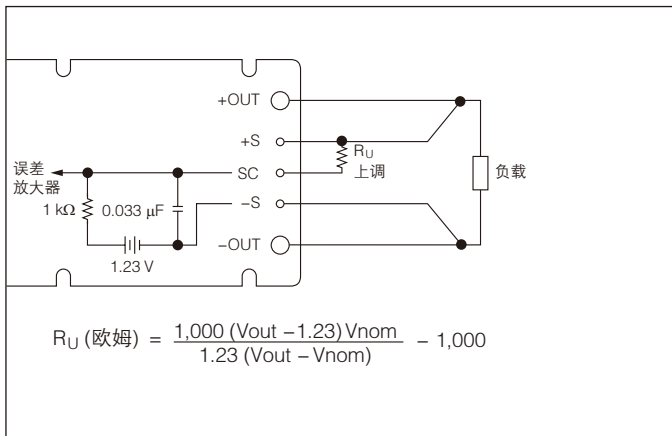

图 2-13a — 输出电压上调电路 (全型/小型模块)
**上调** 模块有最大额定输出功率。为了确保输出功率不超出额定值，应上调输出电压，以减低额定输出电流，两者的增减百分比相同。上调电阻器必须与 +S 引脚相连（或微型模块上的 +OUT 引脚）。切勿将模块上调到最大调整范围以上（+10%），否则，可能启动过压保护电路。（图 2-13a 和 2-13b）